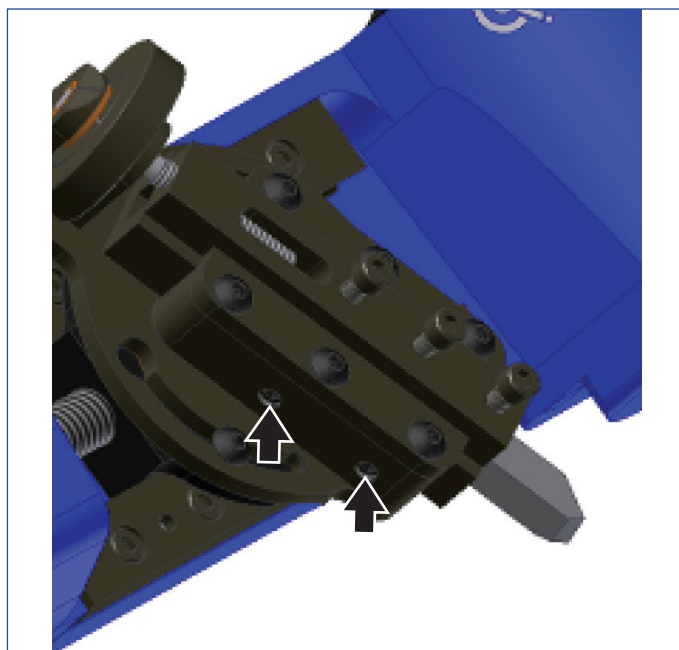

Figure 8
6. Enlever toute pollution du bloc outil en ajustant les vis de réglage du bloc outil (voir figure 8). Serrer ou desserrer légèrement les vis de réglage jusqu'à ce que la vis de réglage de profondeur tourne librement et sans effort.
Ajuster les vis de réglage à pointe en laiton (voir figure 8).